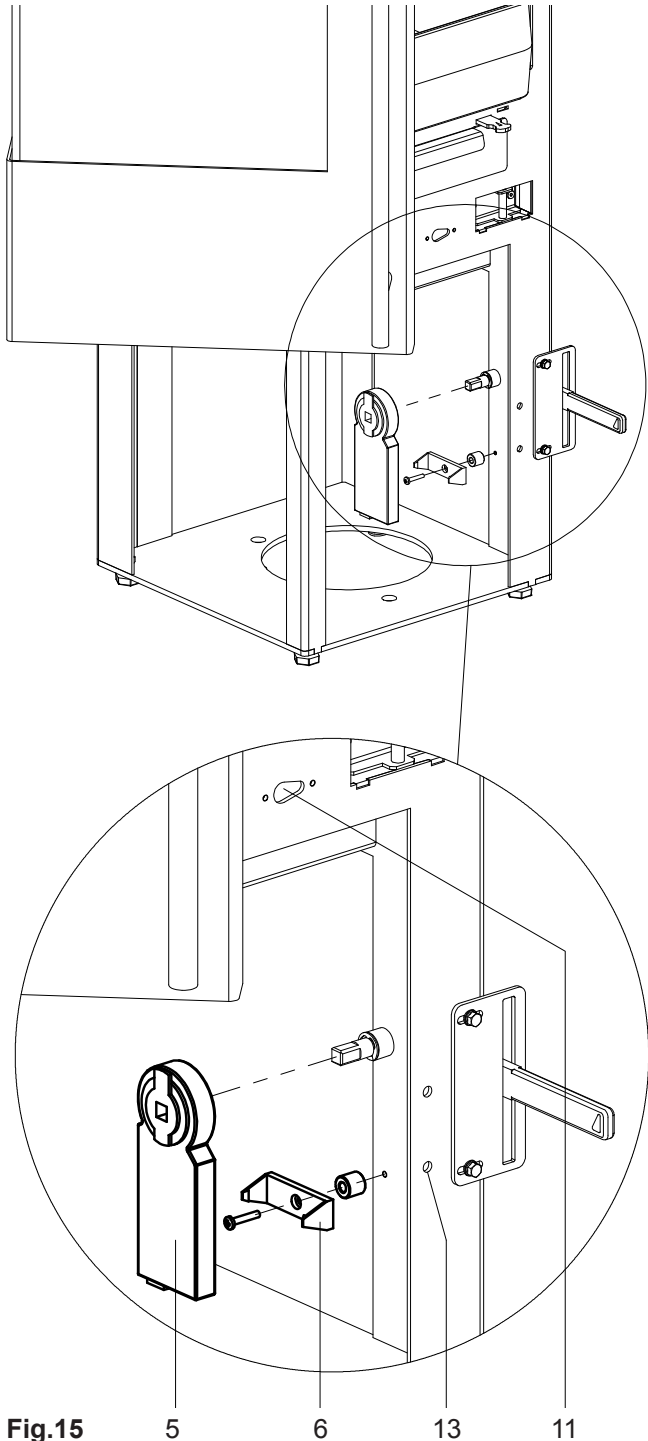

Fig.15
- Kunststoff-Halteklammer (6) mit Distanzhülse am Stellfuß festschrauben. Stellmotor (5) auf Drehachse des Luftschieberhebels aufschieben und in die Kunststoff-Halteklammer einschnappen (Fig.15).
- Den Türkontaktschalter (Position Befestigung siehe Fig.15) wie im Kapitel „Allgemeine Montageschritte“ Schritt 2+3 beschrieben montieren.